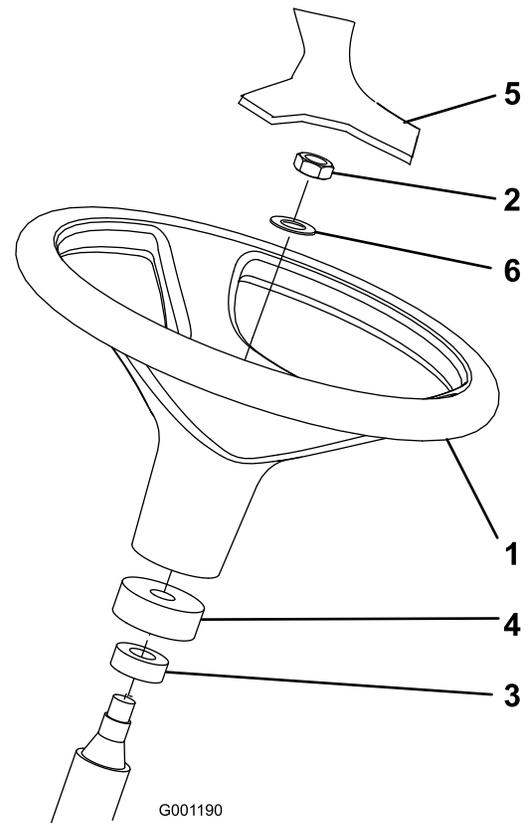

図 3
2. ステアリングシャフトからジャムナットとワッシャを外す。ウレタン製カラーとダストカバーがシャフトについていることを確認する (図 3)。
3. ハンドルとワッシャをステアリングシャフトにはめ込む (図 3)。
5. ハンドルにカバーを取り付ける (図 3)。